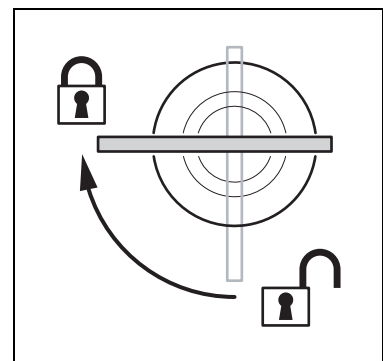

Figure 2: Verrouillage des loquets 1/4 de tour
1. Installez un crochet sur une embase Oméga puis fixez l'embase Oméga sur le projecteur avec 2 fixations 1/4 de tour sur les points de fixation prévus à cet effet (voir Figure 1 en page 6). Vérifiez que les fixations 1/4 de tour sont bien tournées à 90° et verrouillées (voir Figure 2).